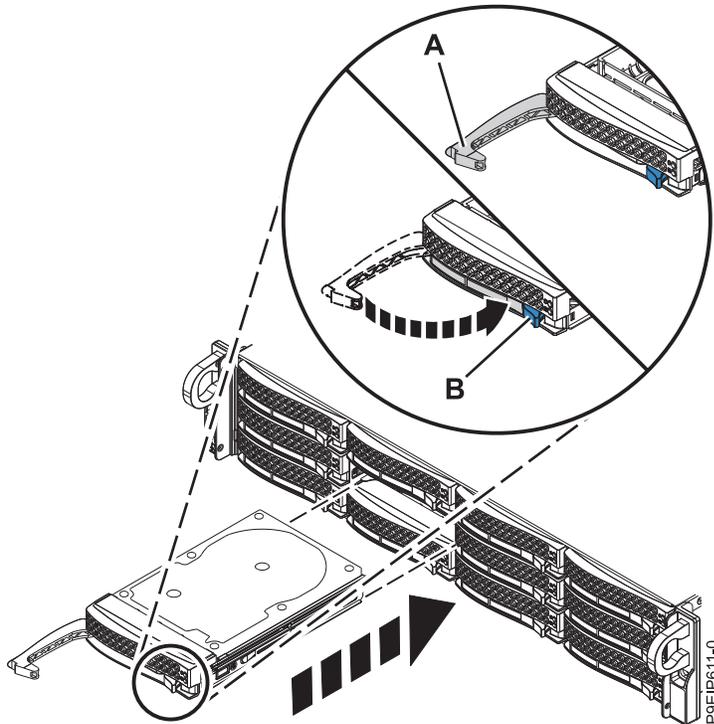

Figura 8. Detalle de bloqueo de la unidad de disco
4. Bloquee el asa de la bahía de unidad (A) presionando el pestillo de liberación del asa hasta que encaje en (B) como se muestra en la Figura 8 en la página 9.